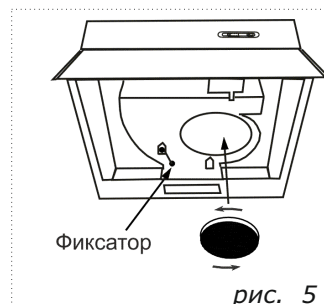

рис. 5
- 6.2 Режим «фильтрация» (рис. 5):
- фиксатор (рис.5) должен находиться в положении «вытяжка», положение «А».